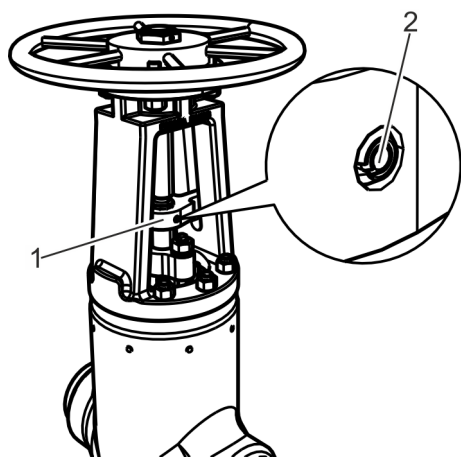
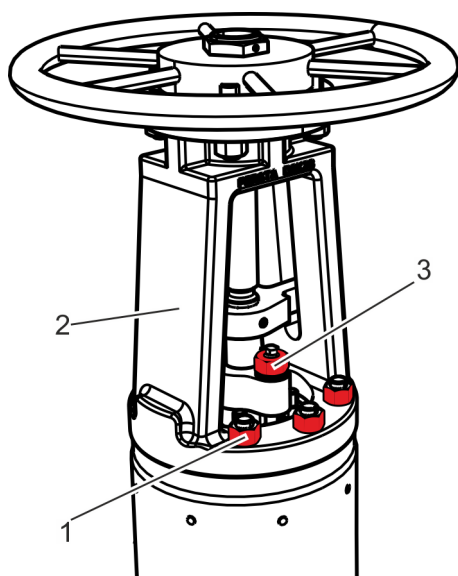

Fig. 19: Soltar el mecanismo anti-giro
Fig. 20: Retirar las tuercas
1. ➤ Si hay un mecanismo anti-giro, suelte y retire el pasador de fijación (Fig. 19/2) del mecanismo anti-giro (Fig. 19/1).
Suelte y retire las tuercas del bonete (Fig. 20/1).
Suelte las tuercas del prensaestopas (Fig. 20/3) y retírelas junto con las arandelas.
⇒ El bonete (Fig. 20/2) sube separándose del cuerpo de la válvula.
Saque hacia arriba el bonete (Fig. 20/2) y el mecanismo anti-giro (Fig. 19/1).